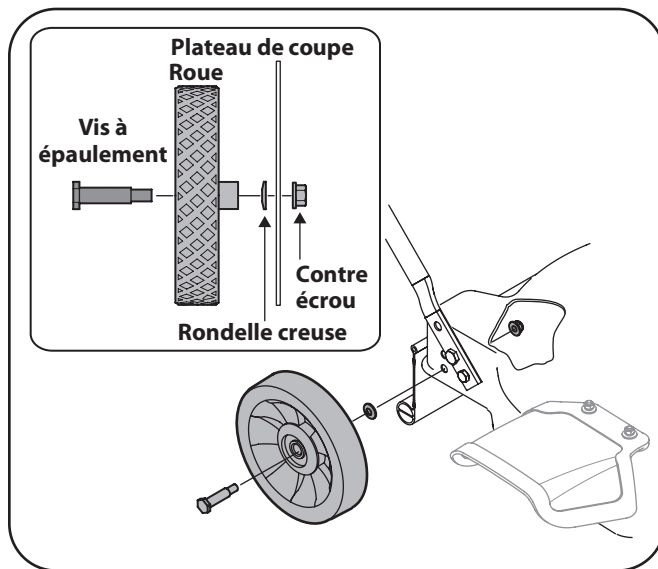

Figure 3-4
1. Attachez la roue sur le plateau de coupe comme indiqué. Voir la Figure 3-4.